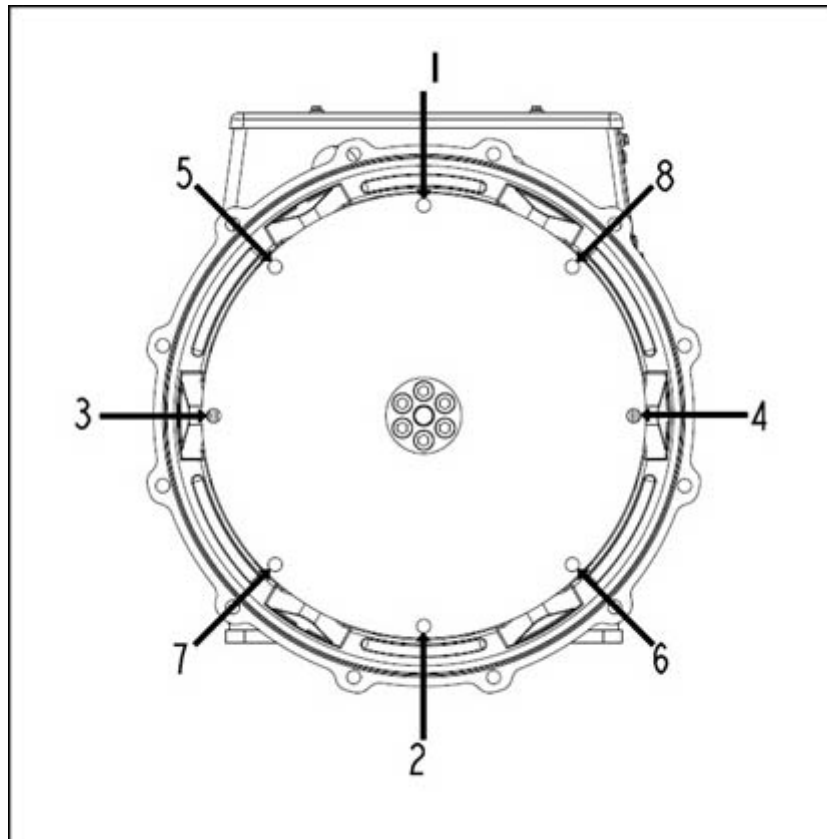

ABBILDUNG 23. REIHENFOLGE DER BEFESTIGUNG AN SCHWUNGRAD
10. Kupplungsbefestigungsschrauben am Schwungrad in der Reihenfolge festziehen wie dargestellt in. Abbildung 23 auf Seite 43.